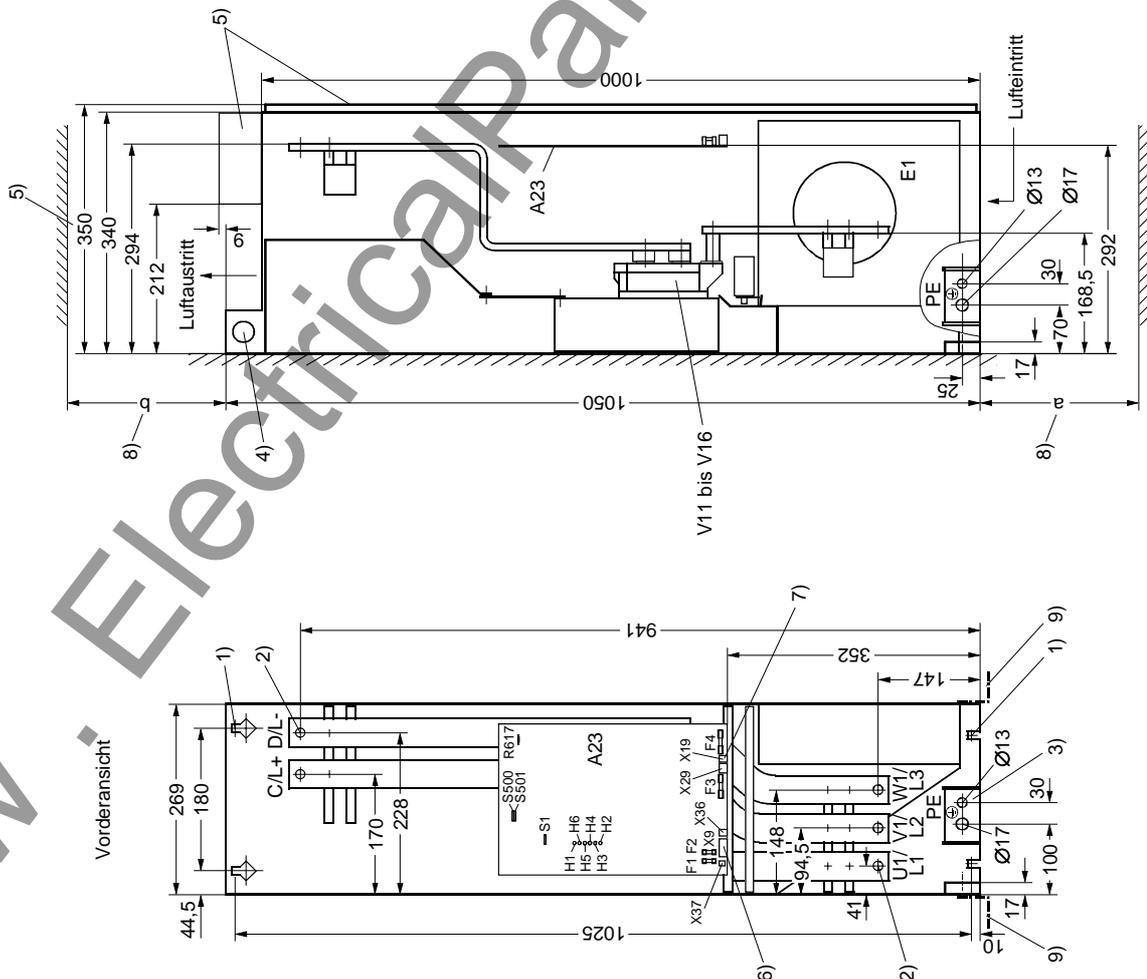

Bild 2.2 Bauform E
- ◆ Maßbild (Bild 2.2 für Bauform E)